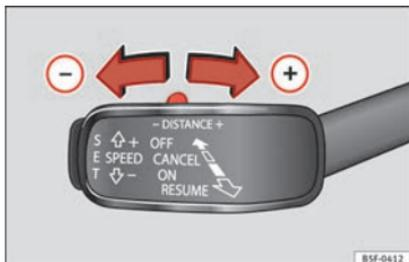

Fig. 203 Leva di comando: regolare la distanza.
- Per indicare la distanza attualmente programmata, premere brevemente il tasto doppio ►► fig. 203.